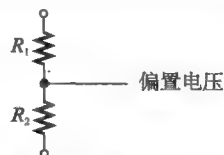

图 4-31 测试题 3 图
3. 图 4-31 中所示的电阻电路用于晶体管放大器的偏置，说明如何把电阻接到两个 15V